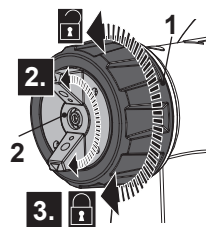
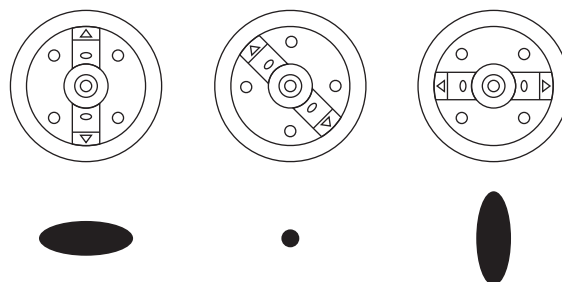

Fig. 7
Fig. 8
- > Gire o tampão de ar (2) no sentido horário ou anti-horário (Fig. 7, passo 2) para a posição desejada de acordo com a operação pretendida (Fig. 8).
- Jacto plano horizontal (Fig. 8 A)
- Jacto circular (Fig. 8 B)
- Jacto plano vertical (Fig. 8 C)
- > Ponha a tampa de ar (2) em posição e aperte a porca de união (1) para a fixar posteriormente (Fig. 7, passo 3).